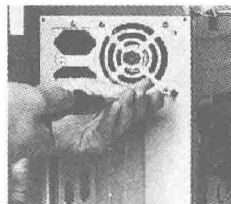

图 1.17 安装电源
(1) 安装电源。首先要确定好电源放入机箱的位置及方向。如果方向不正确,就无法拧紧螺钉。把电源按照确定的方向装入机箱,电源螺孔与机箱的螺孔对应,用螺丝刀将它们拧紧即可,如图 1.17 所示。